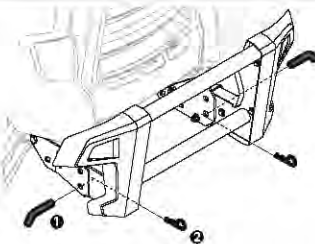

Figura 17
2. Instale los pasadores en el lado derecho e izquierdo de la protección del cepillo y, luego, asegúrelos con dos pasadores de chaveta que se incluyen en el paquete de elementos de ferretería. Consulte la Figura 17.